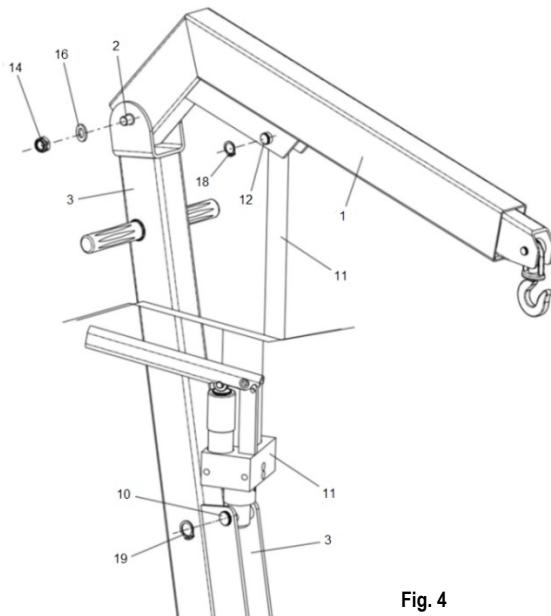

Fig. 4
3. Assembler le bras (1 – Fig.4) avec le châssis (3 – Fig. 4) à l'aide de l'embout de fixation (2 – Fig. 4), l'écrou (14 – Fig. 4) et le joint (16 - Fig. 4).
Assembler le groupe cylindre (11 - Fig. 4) au châssis (3 - Fig. 4) à l'aide de l'embout de fixation (10 – Fig. 4) et de l'anneau de sécurité (19 – Fig. 4).
Assembler le groupe cylindre (11 - Fig. 4) au bras (1 - Fig. 4) à l'aide de l'embout de fixation (12 – Fig. 4) et de l'anneau de sécurité (18 – Fig. 4).